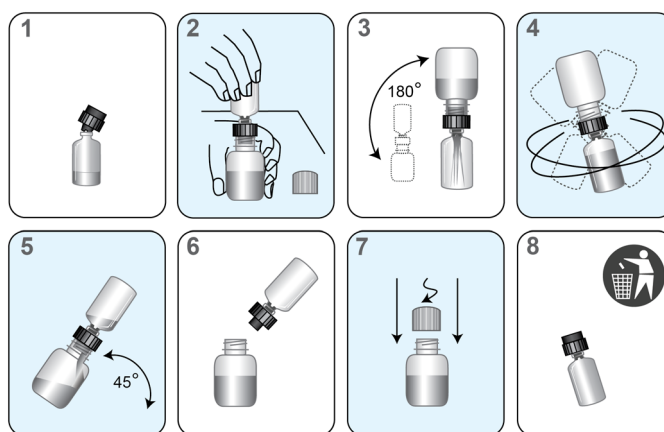

Abb. 1. Rekonstitutionsverfahren
- b. Führen Sie das gekerbte Ende des Rekonstitutionsverbindungsstücks fest in die Öffnung des Fläschchens ein (Abb. 1, Schritt 1).
- d. Führen Sie das andere Ende des Rekonstitutionsverbindungsstücks in die Öffnung der Flasche ein, während Sie die Kunststoffflasche auf dem Labortisch festhalten (Abb. 1, Schritt 2).
- e. Drehen Sie das Fläschchen samt der mit ihm verbundenen Flasche um. Lassen Sie die Lösung in das Glasfläschchen laufen (Abb. 1, Schritt 3). Das Volumen der Flüssigkeit sollte größer als das Fassungsvermögen des Glasfläschchens sein, so dass etwas Flüssigkeit im Rekonstitutionsverbindungsstück verbleibt.
- f. Mischen Sie die Lösung im Fläschchen durch behutsames Schwenken (Abb. 1, Schritt 4).
- h. Drehen Sie das Fläschchen samt der mit ihm verbundenen Flasche (Abb. 1, Schritt 5) um. Lassen Sie die gesamte Flüssigkeit in die Flasche zurücklaufen.
- i. Entfernen Sie das Rekonstitutionsverbindungsstück und das Glasfläschchen (Abb. 1, Schritt 6).
- j. Verschließen Sie die Kunststoffflasche wieder (Abb. 1, Schritt 7).
- m. Entsorgen Sie das Rekonstitutionsverbindungsstück und das Glasfläschchen (Abb. 1, Schritt 8).